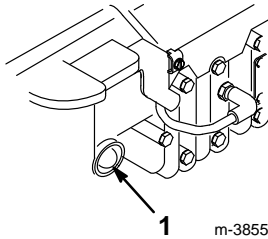

Figure 10
1. Pousser trois fois sur l'amorceur (cinq fois si la température est inférieure ou égale à 13°C/55°F), à 2 secondes d'intervalle (Fig. 10).